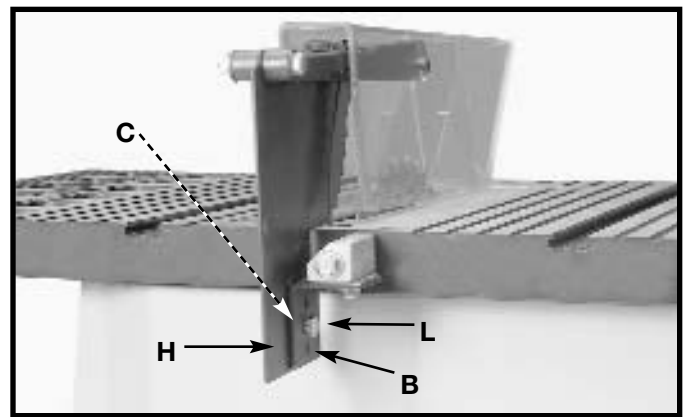

Fig. 14
6. Monte el hendidor (H) Fig. 14 al soporte de apoyo del hendidor (B) según se ilustra, utilizando para ello un tornillo de cabeza hexagonal de M6x1x20mm pulg. de largo, una arandela de dientes externos, y una M6 arandela plana (L).
7. Afiance el hendidor (L) Fig. 14 al soporte de apoyo del hendidor utilizando una arandela plana, una arandela de cierre de dientes externos, y una M6 tuerca de mariposa (M).